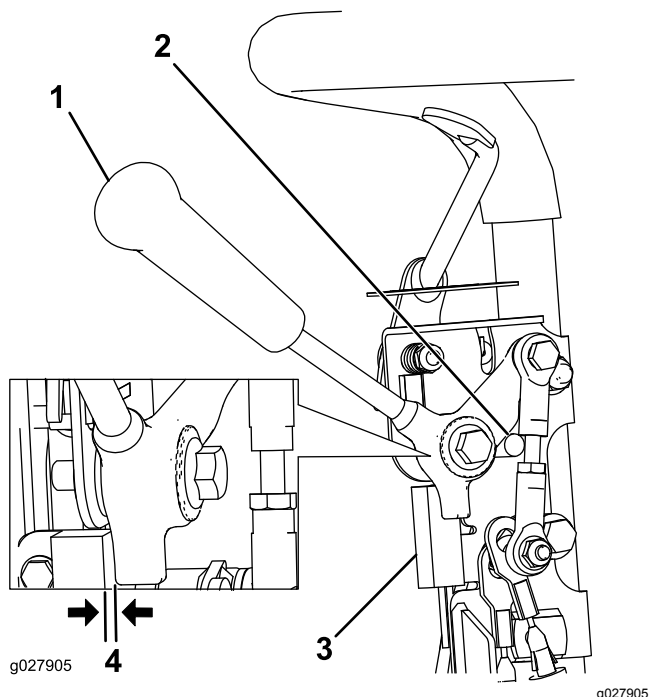

Figure 36
1. Coupez le moteur, désengagez le levier de commande de déplacement et appuyez-le contre la butée de point mort (Figure 36).
2. Desserrez les fixations du contacteur de sécurité (Figure 36).
3. Placez une cale de 0,8 mm d'épaisseur entre le levier de commande de déplacement et le contacteur de sécurité (Figure 36).